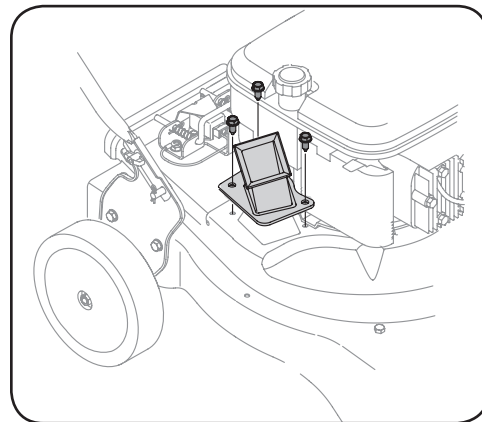

Figura 5-4
8. Ajuste los tres tornillos de cabeza hexagonal que sostienen el canal de la cortadora a la caja superior. Vea la Figura 5-4.